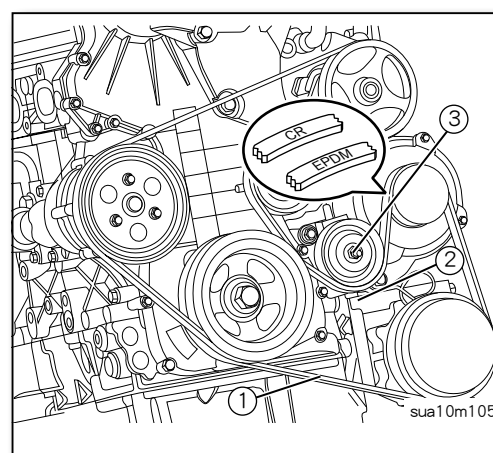

图2
1. 将压缩机皮带①组立在惰轮上③(如图2)。
2. 调整惰轮螺栓②，用适当套筒扳手锁紧调整螺母，并用皮带张力计确认皮带张力。
^{*1}：有关皮带的材质种类，请检查皮带表面的标示（如图2）。